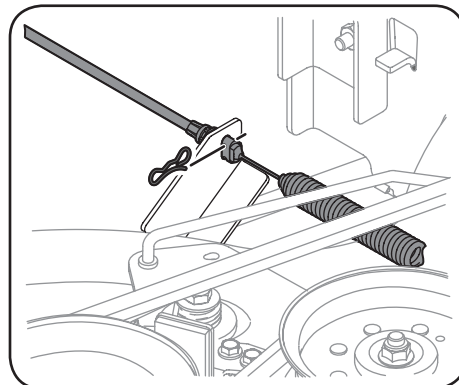

Figura 4-11
- Extraiga con cuidado el cable de la PTO de la parte posterior de la plataforma de corte retirando el clip tipo moño que lo sujeta. Retire el resorte del soporte de polea loca de la plataforma. Consulte la Figura 4-11.